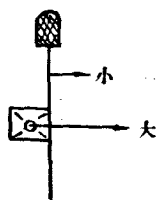

图2 箝座向后摆动时梭子的摆动速度
(1) 当箝座由前向后作摆动时，因为梭子在箝的前面飞行，所以必须是梭子的向后摆动速度大于箝座的向后摆动速度，如图2所示。只有这样，才能使梭子紧贴箝面。而要使梭子获得向后的摆动速度，这就要求梭子必须是在箝座向后摆动时离开梭箱；同时，梭子还必须在箝座的摆动速度由大变小时进入梭道。因为只有这样，梭子在离开梭箱时获得较大的摆动速度，而箝座的摆动速度又开始逐步降低下来，才能使梭子的向后摆动速度大于箝座的向后摆动速度。
(2) 相反，当箝座由后向前作摆动时，就必须是梭子向前摆动的速度小于箝座向前摆动的速度。只有这样，才能